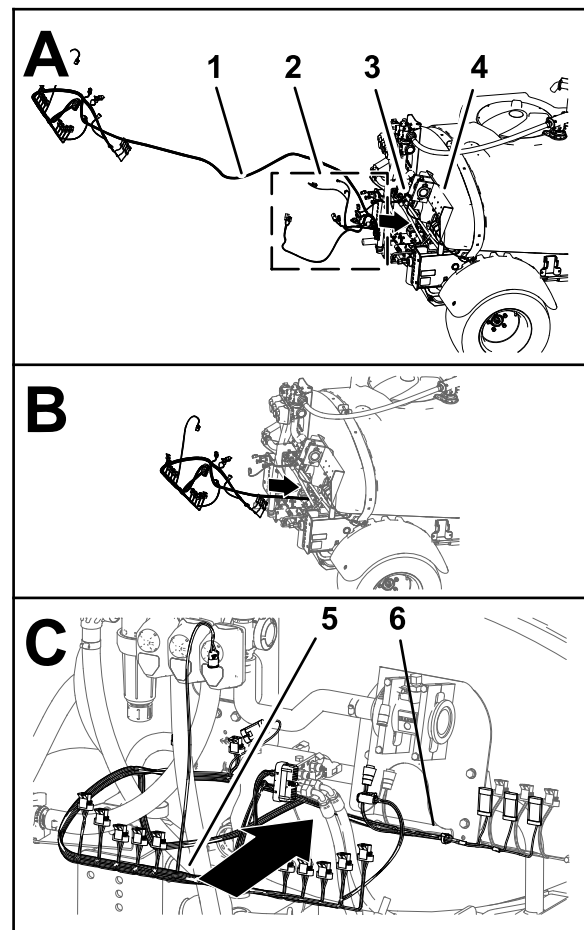
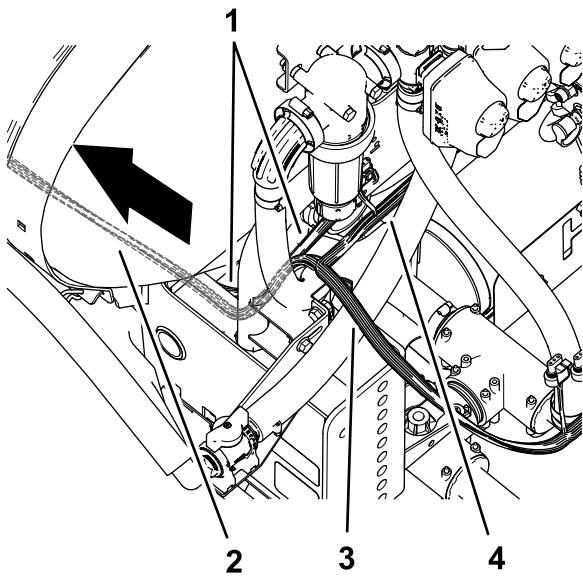

Figure 78
Figure 79
2. Acheminez les branches de 84 cm, 60 cm et 66 cm du faisceau du kit vers le côté gauche de la machine, en suivant le faisceau de câblage de la machine (Figure 78 et Figure 79).